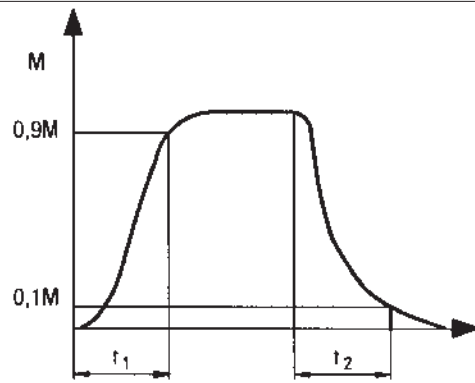

Fig. 4
Für Einsatzfälle, bei denen eine Stromzuführung über Schleifringe nicht machbar oder nicht zulässig ist, kommt die Magneta-Magnetpulverkupplung Typ 14.501 zur Anwendung. Die Erregerspule ist gemäß Fig. 4 im fest angeschraubten Magnetteil untergebracht. Die Stromzufuhr erfolgt über Flachzungenstecker.
In cases where the power supply by slip rings is not permitted or not possible, the Magneta magnetic particle clutch type 14.501 can be used. The excitation coil is installed into the fixed stator (according to fig. 4). The power supply is provided through spade connectors.
Pour les utilisations où un apport de courant via des bagues collectrices n'est pas réalisable ou n'est pas autorisé, il convient d'employer l'embrayage à poudre magnétique Magneta type 14.501. La bobine d'excitation est logée conformément à la fig. 4 dans la partie magnétique solidement vissée. L'apport de courant se fait à l'aide d'une fiche plate de raccordement.
- sanftes Beschleunigen von Antrieben (Anlaufkupplungen) (Fig. 4).
- Smooth acceleration of inputs (starting clutches) (fig. 4).
- Accélération progressive d'entraînements (embrayages de démarrage) (fig.4).